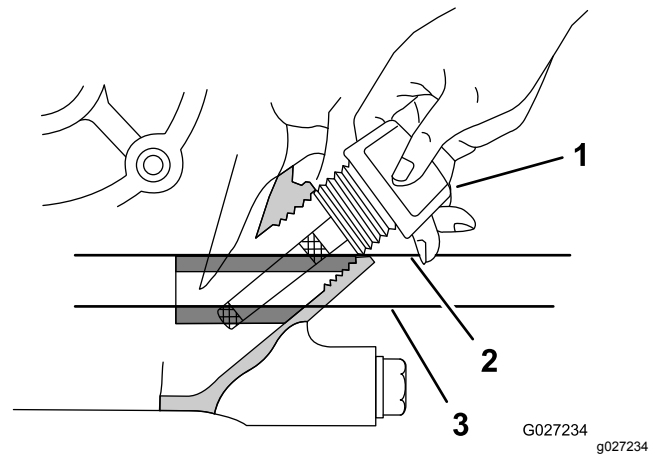

Bild 13
4. Entfernen Sie den Peilstab aus dem Motor und wischen Sie ihn mit einem sauberen Lappen ab (Bild 13).
5. Stecken Sie den Peilstab des Motors wieder ein, wie in Bild 13 dargestellt.
6. Entfernen Sie den Peilstab vom Einfüllstutzen und kontrollieren Sie auf den Ölstand auf dem Peilstab (Bild 13).
Hinweis: Der Motorölstand muss zwischen den mit der Schraffur gekennzeichneten Bereichen des Peilstabs liegen (Bild 13).
8. Schrauben Sie den Peilstab handfest im Einfüllstutzen ein (Bild 13).